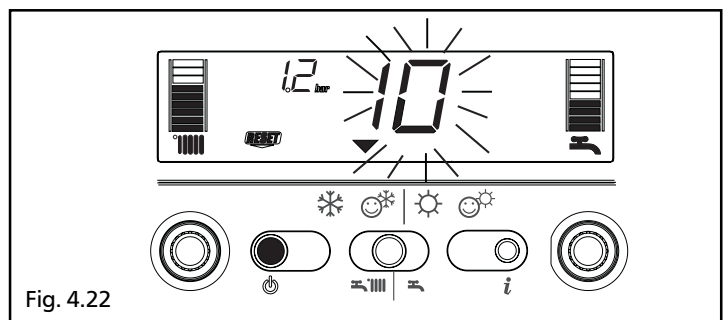

Fig. 4.22
2) Visualizzazione della sola icona (fig. 4.22)